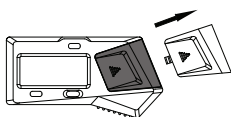

fig. 1
- Remova a tampa da bateria (fig. 1)